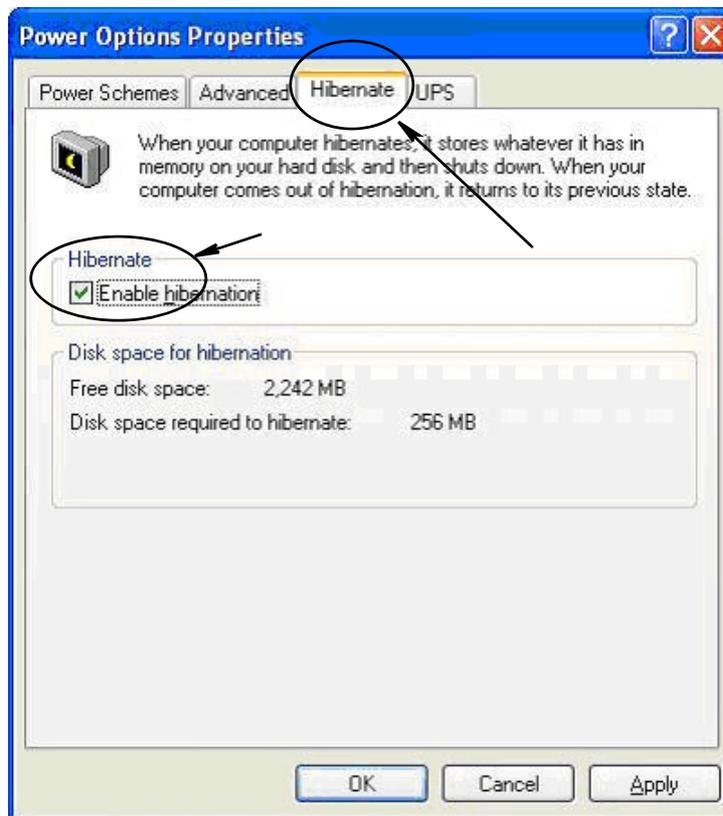

ABB. 31
3. Wählen Sie die Registerkarte „Ruhezustand“. Schalten Sie den Ruhezustand aus, indem Sie das Ankreuzfeld „Ruhezustand aktivieren“ deaktivieren (also seine Markierung aufheben). Klicken Sie auf „Anwenden“ und „OK“, um alle Fenster zu schließen (ABB. 31) und die Änderungen zu speichern.